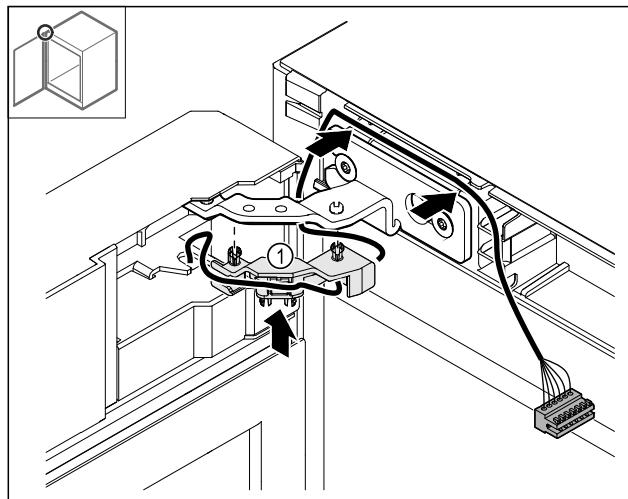

Fig. 48
- Pritisnite držać kabela Fig. 48 (1) u šarku.